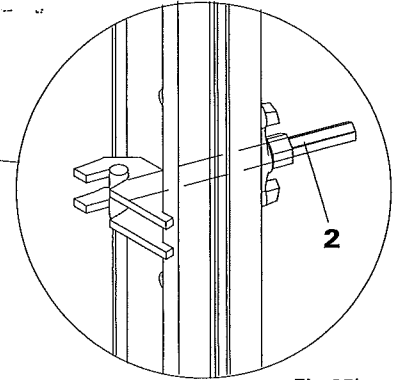

Fig.25b
2. Allentare i tenditori **2** (fig. 25b).